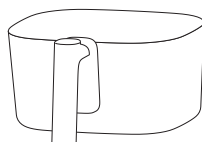

Fig 1
1. marmite à frire : La poêle à frire est le récipient principal pour les ingrédients de cuisson, avec une capacité maximale de 4 litres (Fig. 1).